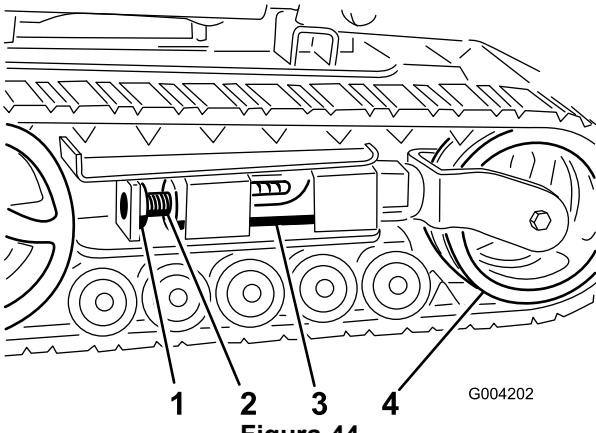
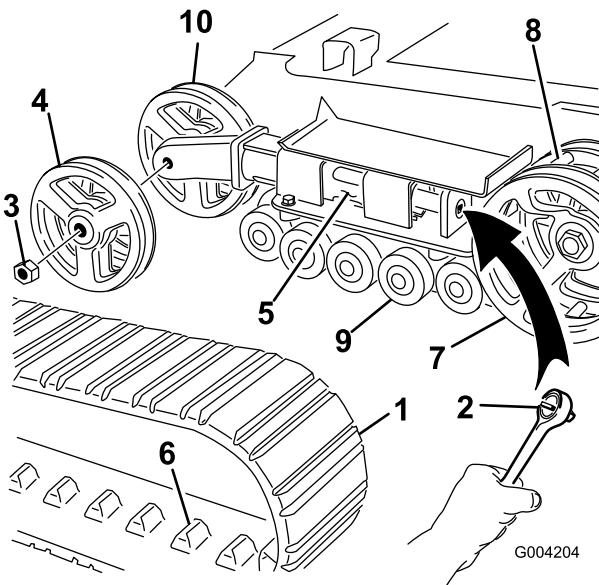

Figura 44
Figura 46
3. Togliere il bullone di bloccaggio e il dado (Figura 44).
5. Allineare l'intaglio più vicino della vite di tensione al foro del bullone di bloccaggio e fissare la vite con il bullone di bloccaggio e il dado (Figura 44).
4. Utilizzando una chiave a tubo da 1/2 pollice, scaricare la tensione girando la vite di tensione in senso orario (Figura 44 e Figura 46).
5. Spingere la ruota di tensione verso il retro dell'unità in modo da spostare il tubo di tensione contro il telaio (Figura 46). (se non riesce a toccare il telaio, continuare a girare la vite di tensione fino ad ottenere il contatto).
6. Togliere il dado di fissaggio della ruota di tensione esterna e rimuovere la ruota (Figura 46).
7. Togliere il cingolo (Figura 46).
8. Togliere il dado di fissaggio della ruota di tensione interna e rimuovere la ruota (Figura 46).
12. Montare la ruota di tensione interna e fissarla con il dado tolto in precedenza (Figura 46).
14. Montate il nuovo cingolo, accertandovi che gli attacchi del cingolo si inseriscano tra i distanziali al centro della ruota conduttrice (Figura 46).
15. Montare la ruota di tensione esterna e fissarla con il dado tolto in precedenza (Figura 46).